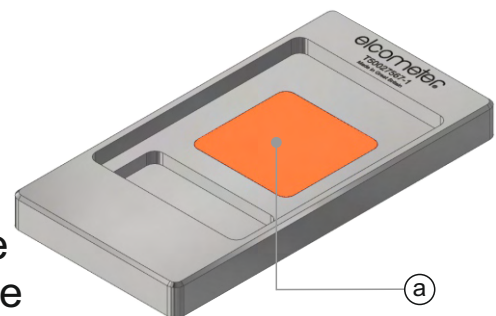

Bild 22
- 2 Füllen Sie die Probenkammer (a) vollständig mit dem zu prüfenden Beschichtungsmaterial und stellen Sie sicher, dass die Materialoberfläche eine leichte Wölbung bzw. einen Meniskus aufweist (Bild 22).